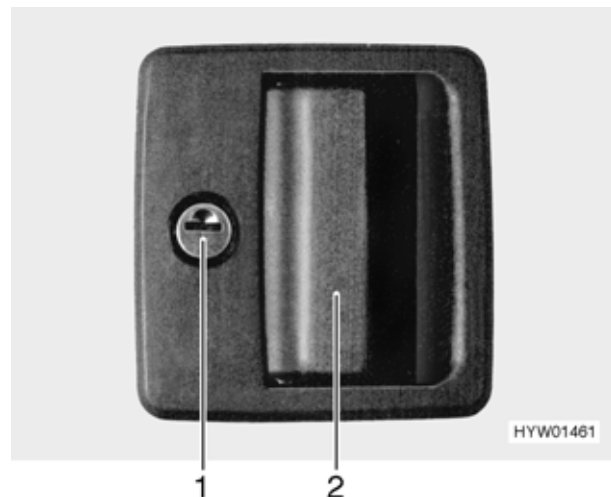

Fig. 26 Serratura della porta di ingresso e porta guidatore, lato esterno
- Inserire la chiave nel cilindro della serratura (Fig. 26,1) e girare in senso orario, fino a quando la serratura della porta si sblocca.
- Aprire la porta tirando la maniglia (Fig. 26,2).
- Inserire la chiave nel cilindro della serratura (Fig. 26,1) e girare in senso antiorario, fino a quando la serratura della porta si blocca.